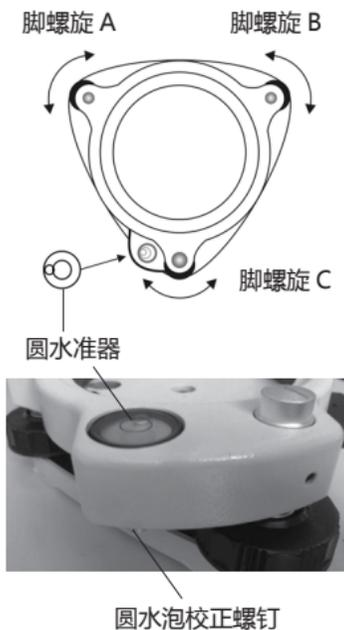

图 12
- (1) 将仪器在一稳定的装置上安放并固定好；
- (2) 用电子水泡将仪器精确整平；
- (3) 观测仪器圆水准器水泡是否居中，如果水泡居中，则无需矫正；如果水泡移出范围，则需进行调整。（图 12）
- (2) 用电子水泡将仪器精确调平；
- (3) 用内六角微调三个校正螺钉，使水泡居于圆水准器的中心。（图 12）